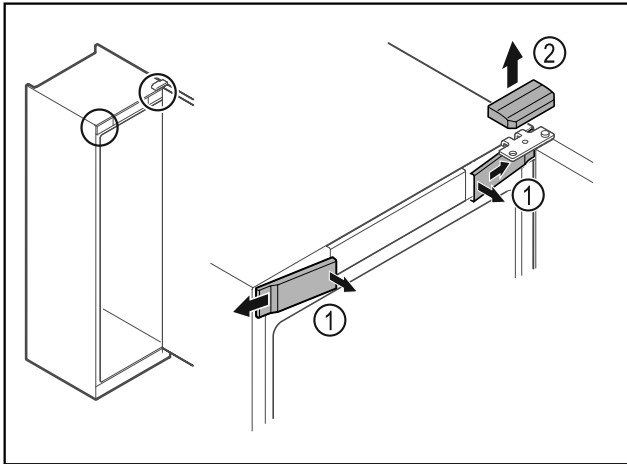

Fig. 4
- Disinnestare le coperture anteriori Fig. 4 (1) dall'interno ed estrarle lateralmente.
- Rimuovere la copertura superiore Fig. 4 (2) sollevandola verso l'alto.